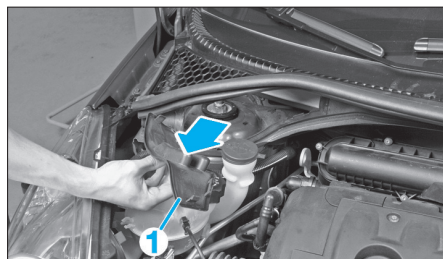

Fig. 1
• Dans le compartiment moteur, déposer la trappe d'accès (1) (Fig.1).
• Déclipper le volet d'accès au filtre (2) (Fig.1).